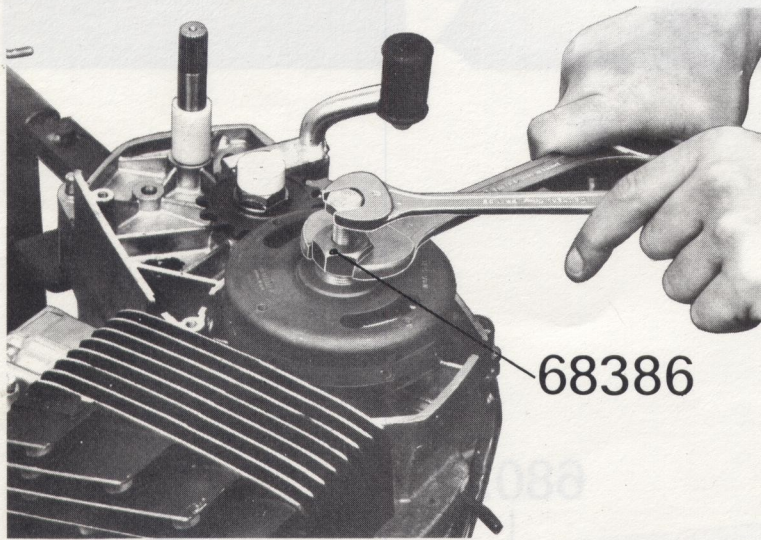

Figure 17
- Immobiliser le corps de l'outil avec une clé de 21 et visser la vis de poussée de l'arrache-volant, jusqu'au décollement du rotor (clé de 17), figure 17.